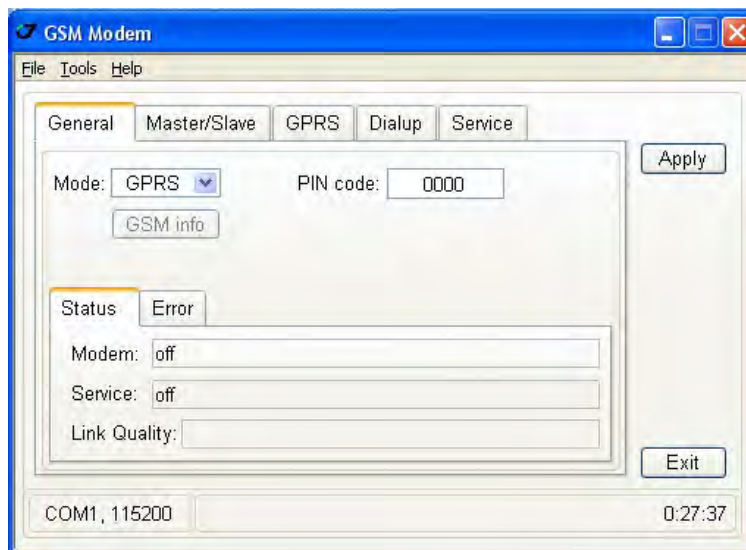

Рисунок 10. Закладка General
1. В закладке *General* установите следующие параметры (Табл. 4) и нажмите *Apply* (Рис. 10 на стр. 23). В данной закладке отображается статус модема, сервисный статус и возможные ошибки.